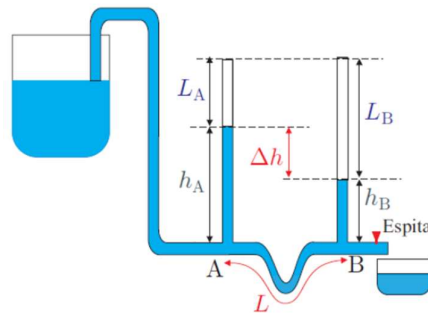

Figura 1. Dispositivo experimental usado para comprobar la ley de Poiseuille.
Consideremos un tubo de igual sección en los extremos, por el que circula un fluido, dispuesto como en la figura 1, con sus extremos A y B a la misma altura. Según el Teorema de Bernoulli, aplicable a fluidos ideales, la presión en los puntos A y en B ha de ser la misma. Ahora bien, debido a los efectos de viscosidad, entre los puntos A y B se crea una diferencia de presión, o pérdida de carga, ΔP . El caudal Q que circula por el tubo es igual al volumen V que pasa por su sección por unidad de tiempo t :
Para comprobar la ley de Poiseuille, ecuación (4), vamos a utilizar un dispositivo como el de la figura 1. Se sitúa un depósito de agua en una posición elevada con respecto al resto del dispositivo, pero con cuidado de que no se salga el agua por la parte superior del mismo. Conviene comprobar que no haya burbujas en ninguna parte del circuito. Si las hubiera hay que dejar pasar el agua hasta que desaparezcan. Cuando se abre la espita para realizar las medidas deberá haber una cubeta al final del conducto para recoger el agua. Cuando esta cubeta esté llena, se vuelve a vaciar en el depósito.
en donde L_A y L_B son las alturas que alcanza el agua en los tubos verticales medidas desde arriba, según se indica en la figura 1. Basta, pues, medir Δh para, de acuerdo con la ecuación anterior, determinar ΔP .